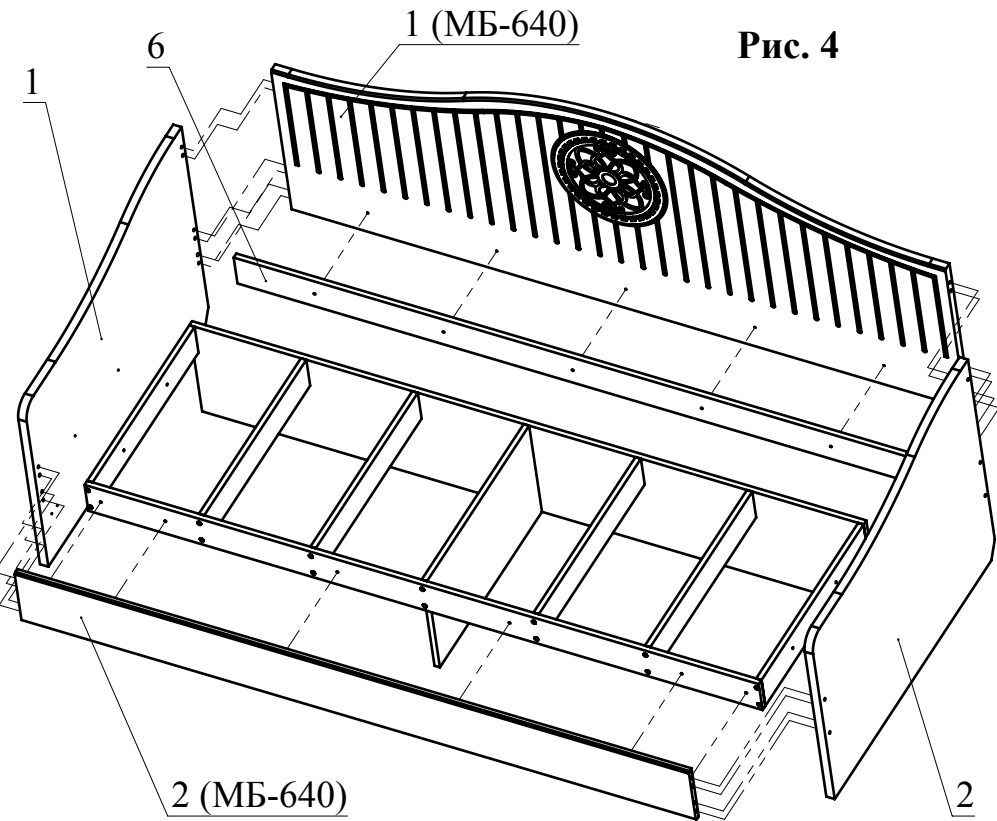

Рис. 4
3. Соедините деталь 6 с деталью 1 (МБ-640) при помощи шурупов 4х30. Соедините детали 1 и 2 с деталями 1 и 2 (МБ-640) при помощи винтов М6х60 (Рис. 4). Соедините деталь 5 с деталью 2 (МБ-640) при помощи шурупов 4х30. Зафиксируйте детали 7 к деталям 1 и 2 при помощи шурупов 4х30 (Рис.4).